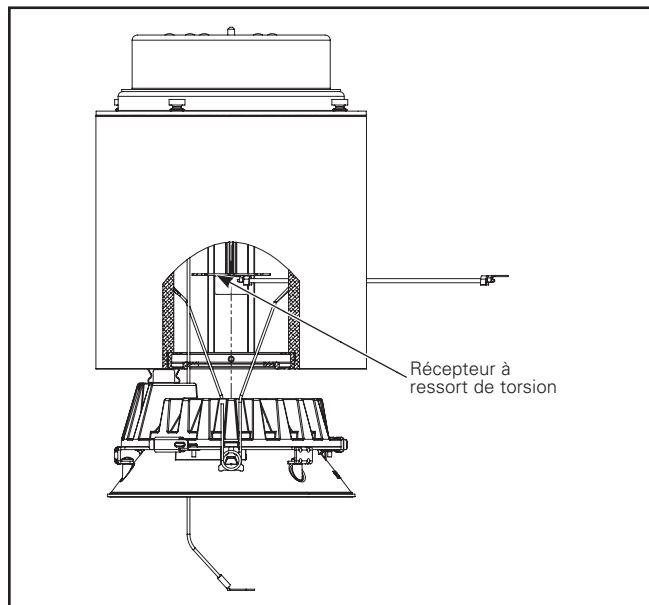

Figure 14.
- Installez le moteur/générateur de lumière à DEL et l'assemblage de la garniture en insérant les ressorts de torsion dans les récepteurs à ressort situés à l'intérieur du boîtier. (Figure 14).